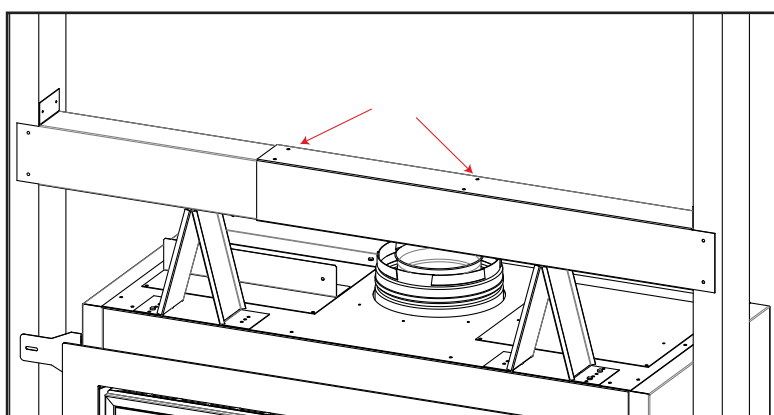

Figure 31: Fixation de goujon en acier
- À l'aide des vis à tôle fournies, fixez ensemble les deux montants en acier à l'aide des trous marqués à la Figure 31. Cela devrait être fait sur le haut et le bas du poteau en acier pour assurer sa rigidité.